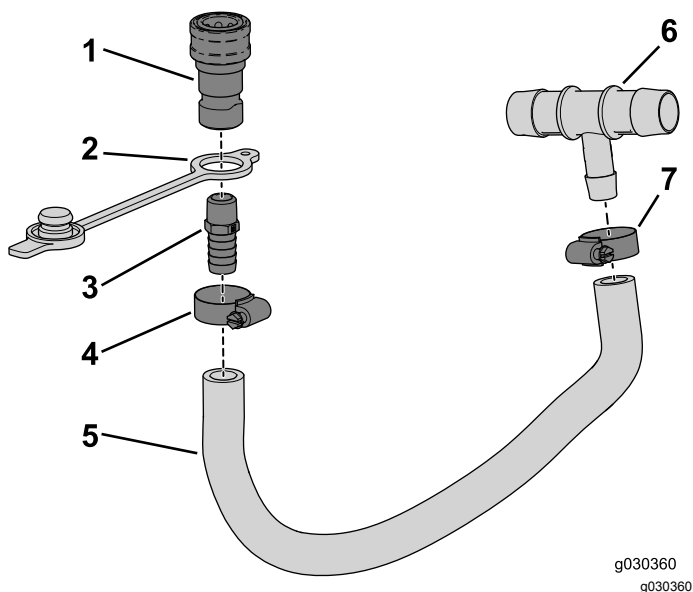

Bild 9
2. Setzen Sie den Staubdeckel auf das Gewindeende des geraden Anschlussstückes (Bild 9).
3. Schrauben Sie das gerade Anschlussstück (3/8" NPT x 0,625 Zahnung) in die Buchse (Bild 9).
6. Stecken Sie das gezahnte Ende des Teils in den Schlauch und befestigen es mit der Schlauchklemme (1/2" x 1 1/4"), wie in Bild 9 abgebildet.
7. Stecken Sie das gezahnte Ende des T-Anschlussstücks in den Schlauch und befestigen es mit der Schlauchklemme (1/2" x 1 1/4"), wie in Bild 9 abgebildet.
1. Nehmen Sie die Kappen ab, mit denen die Löcher im Stützrohr abgedeckt sind (Bild 9).